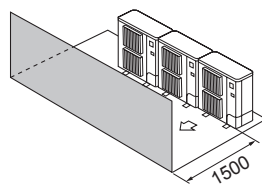

Fig. 2-14
- ③ Hindringer kun foran (Fig. 2-14)